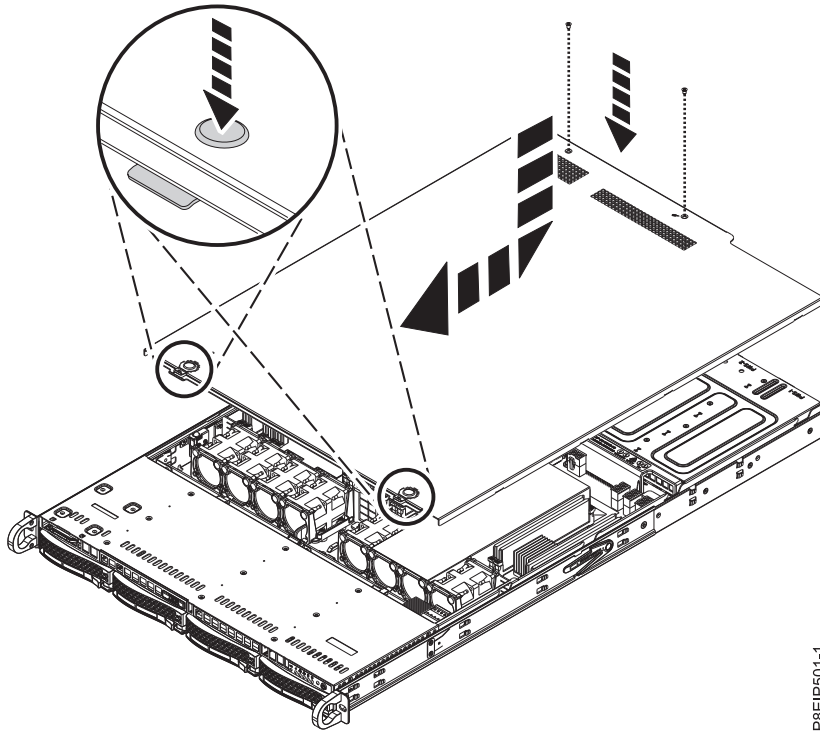

Figura 58. Sustitución y fijación la cubierta
2. Deslice la cubierta hacia adelante hasta que encaje en su sitio, como se muestra en la Figura 58.